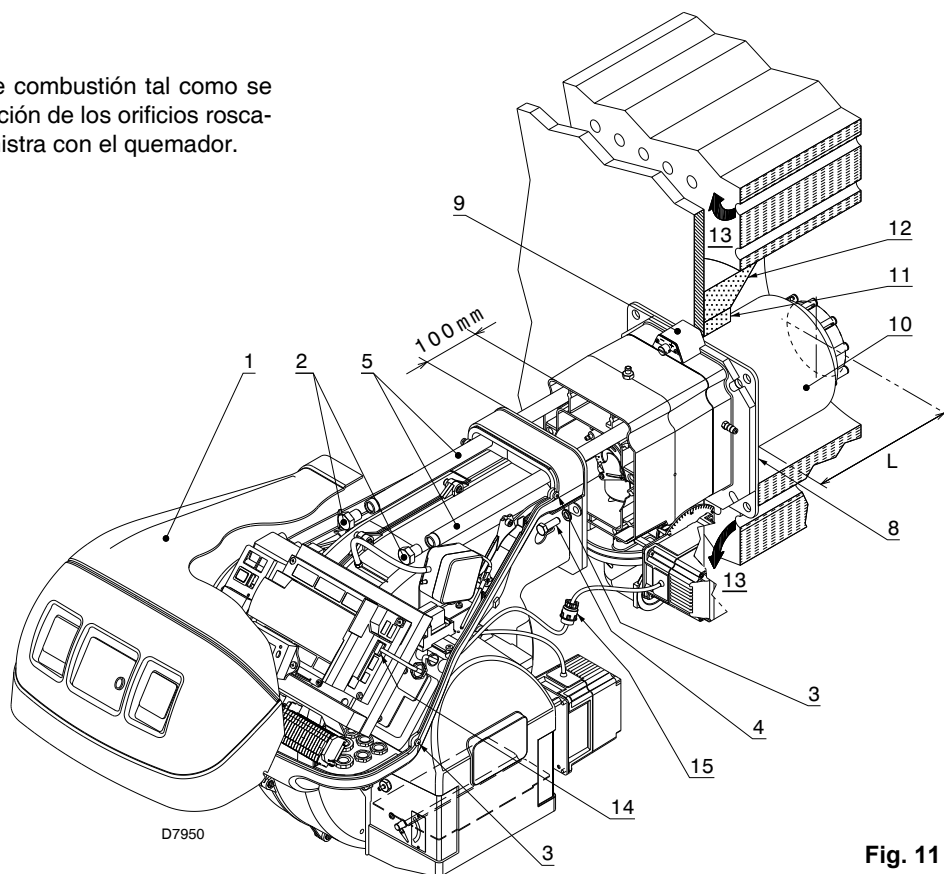

Fig. 11
Para calderas con pasos de humos delanteros 13) o con cámara de inversión de llama, colocar una protección de material refractario 11) entre el refractario de la caldera 12) y el tubo llama 10). Esta protección debe permitir el desplazamiento del tubo de llama. Véase Fig. 11.
Luego separar el cabezal de combustión del resto del quemador, Fig. 11.
Una vez realizada esta eventual operación, fijar la brida 9)(Fig. 11) a la placa de la caldera, intercalando la junta aislante 8)(Fig. 11) suministrada.
- volver a montar el quemador en las guías 3) aproximadamente a 100 mm del manguito 4) - quemador en la posición ilustrada en la Fig. 11;
- conectar el conector macho del servomotor 14)(Fig. 11) y enroscar el anillo pasacable 15)(Fig. 11);